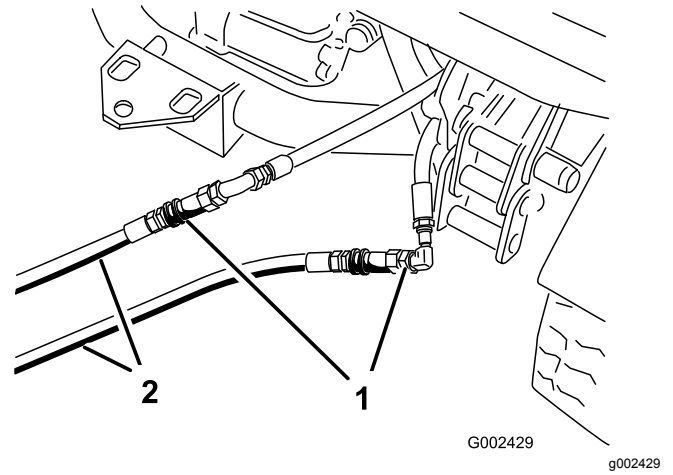

Bild 84
3. Schließen Sie an der defekten Maschine die beiden Überbrückungsschläuche an die Schläuche an, die abgeschlossen wurden (Bild 84).